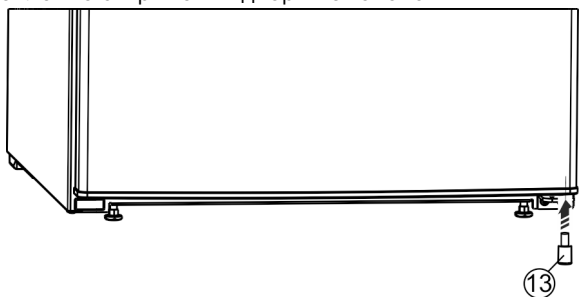

Fig. 27 *
- Снова вставьте в дверь распорную деталь Fig. 27 (13) справа внизу - это важно для обеспечения устойчивости устройства.*